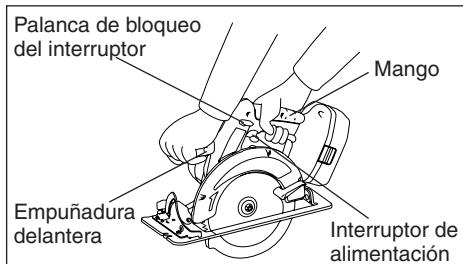

Fig. 4
Sujete la sierra para madera con ambas manos (Consulte la Fig. 4). No intente quitar el material cortado cuando la cuchilla esté moviéndose.
- Siempre sujeté el asa con una mano y la asidera delantera con la otra (Consulte la Fig. 4). Mantenga el asa firme y presione el interruptor hasta el fondo.